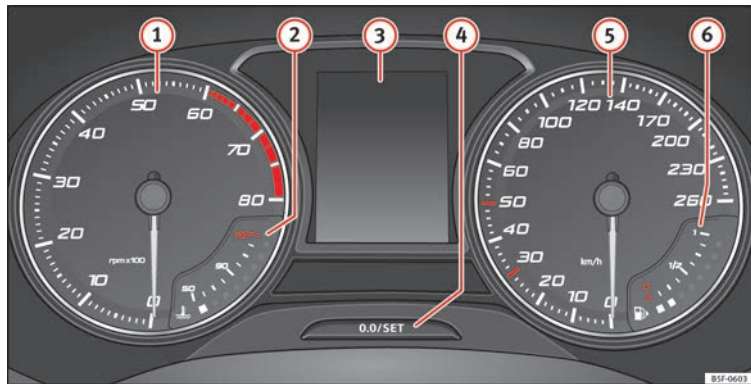

Fig. 121 Cuadro de instrumentos en el tablero de instrumentos.
El cuentarevoluciones muestra el régimen de revoluciones del motor por minuto » fig. 121 ①.
La aguja del cuentarevoluciones ① » fig. 121 sólo deberá alcanzar la zona roja durante un breve período de tiempo, de lo contrario corre el peligro de sufrir daños en el motor.
Al conectar el encendido, en la pantalla del cuadro de instrumentos » fig. 121 ③ puede visualizarse información diversa, en función del equipamiento del vehículo:
- Pulse brevemente el botón **» fig. 121 4** para restablecer el cuentakilómetros parcial a 0.
- Para ajustar la hora, mantenga pulsado el botón **» fig. 121 4** durante más de 3 segundos para seleccionar el indicador de horas o bien de minutos.
Mantenga pulsado el botón **» fig. 121 4** durante más de 15 segundos para visualizar las letras distintivas del motor (MKB) del vehículo. Para ello, el encendido debe estar conectado y el motor apagado.
El indicador para la temperatura del líquido refrigerante **2** » » **fig. 121** funciona sólo con el encendido conectado. Para evitar averías en el motor, tenga en cuenta las siguientes observaciones sobre los márgenes de temperatura.